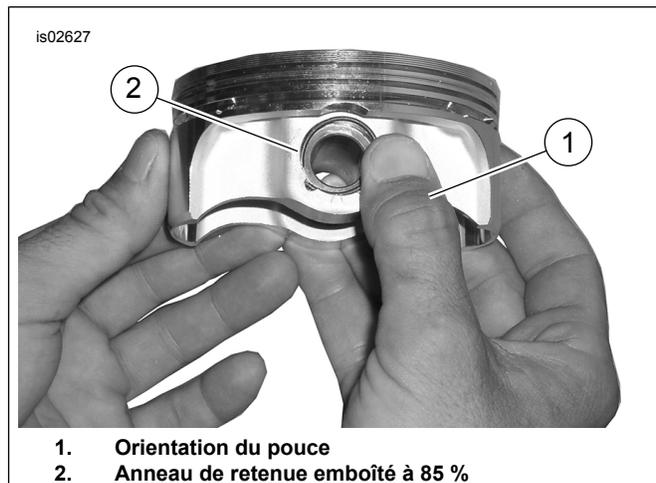

Figure 3. Pose de l'anneau de retenue (piston générique illustré)
3. Voir Figure 3. Placer le pinceau (1) tel qu'illustré et appuyer fermement jusqu'à ce qu'environ 85 % de l'anneau de retenue (2) soit emboîté dans la rainure.